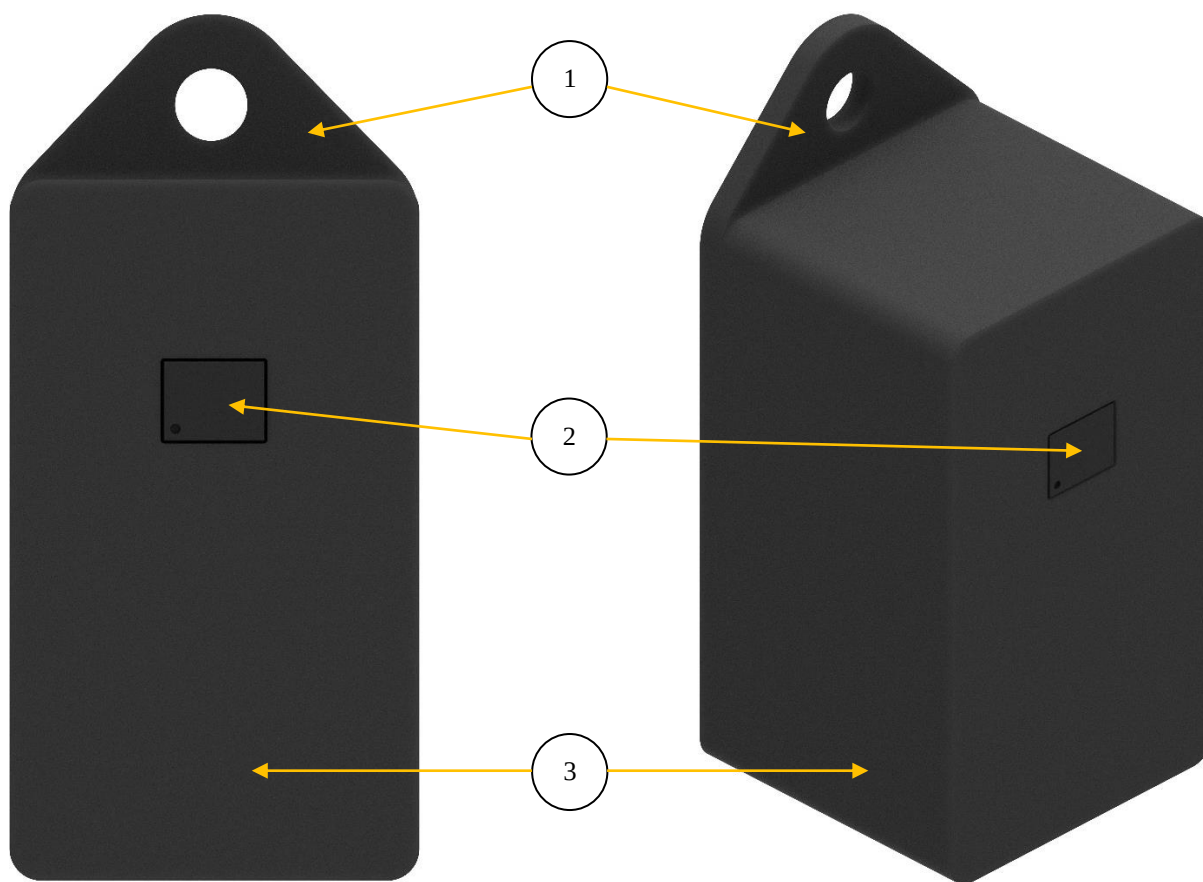

Рис. 20.: “Датчик температуры”
3.1. “Датчик температуры” (Рис. 20.: Датчик температуры. Вид спереди., Рис.21.: Датчик температуры. Изометрия.).